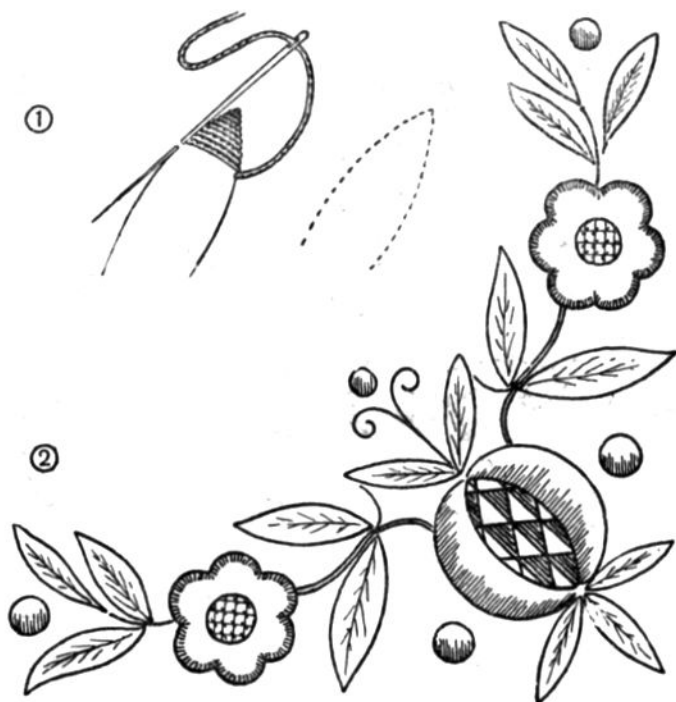

Рис. 214. Владимирское шитье:
рию на пальцы. Закрепите нитку и выведите иголку с ниткой на лицевую сторону. Вколите иголку в материю у края контура (рис. 214(1)), выведите ее на лицевую сторону, захватив на иголку одну-две нитки материи. Затем вколите иголку в материю с другой стороны контура и выведите иголку на лицевую сторону материи, подняв на иголку одну-две нитки материи. Стежки должны лежать плотно друг к другу. Если рисунок крупный, его можно разделить на несколько частей, каждую часть вышивайте отдельно. На рисунке 214(2) владимирское шитье скомбинировано с декоративными сетками, о которых расскажем дальше.